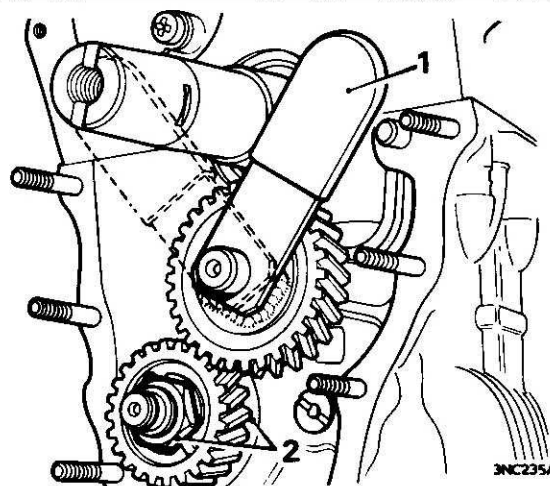

Fig. A.31
16. Montare l'attrezzo per bloccare la rotazione degli ingranaggi sull'estremità opposta dell'albero a gomiti. Fig. A.31.